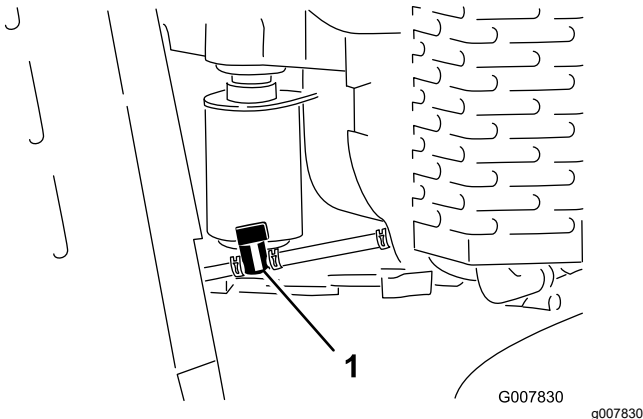

Figura 36
3. Gire la válvula de cierre del combustible a la posición de Cerrado (Figura 36).
4. Apriete los extremos de la abrazadera en el lado del motor de la válvula y deslícela por el tubo de combustible, alejándola de la válvula (Figura 36).
5. Retire el tubo de combustible de la válvula (Figura 36).